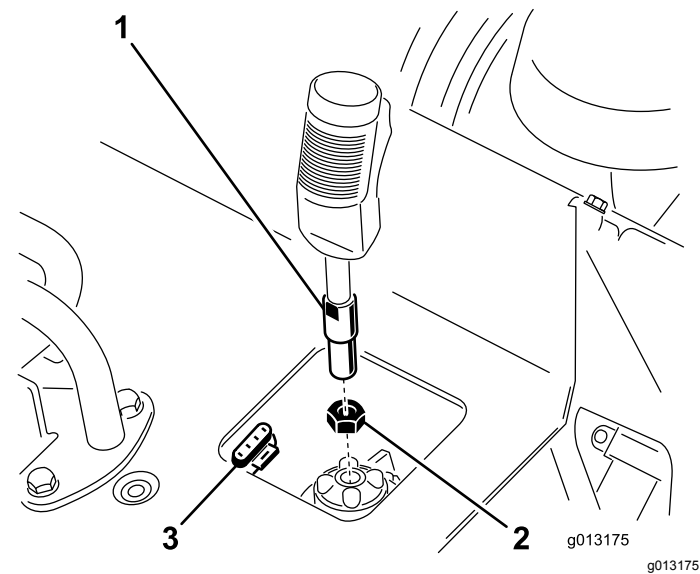

Figura 3
1. Enrosque la contratuercas sobre la palanca de control del desbastador (Figura 3).
2. Enrosque la palanca de control del desbastador en el alojamiento del panel de control (Figura 3).
3. Con el gatillo orientado hacia adelante, apriete la contratuercas contra el alojamiento para sujetar la palanca (Figura 3).
4. Conecte el cable de la palanca al conector de 4 pines situado debajo del panel de control (Figura 3).